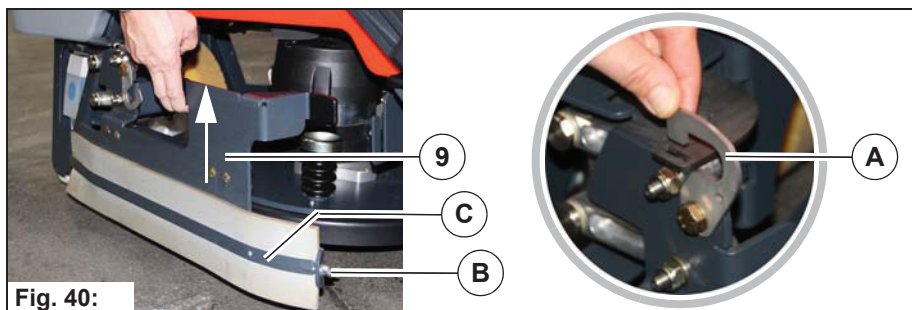

Fig. 39:
3. Lever la brosse / le patin et l'enfoncer à fond dans le logement **Fig. 39**.
Le racleur peut être fixé dans la position levée avec le levier de verrouillage **Fig. 39-A**.